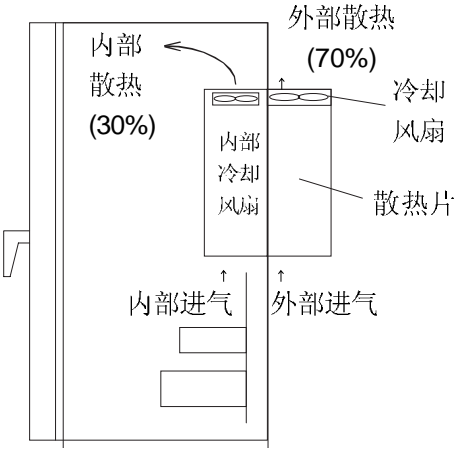

图 2-2-2 外部冷却方式
- ④当将变频器安装在控制柜内时,要考虑通风散热,保证变频器的周围温度不超过规范值。不要将变频器安装在小的通风散热不良的密闭箱柜中。
- ⑤在同一个箱柜中安装多台变频器时,为了减少相互间的热影响,建议应横向并排安装。如必须上下安装,则必须设置分隔板,以减少下部产生的热量对上部的影响。
- ⑥变频器出厂时,都为柜内冷却安装方式。对≤ 22kW 主变频器,要追加安装架选件,对≥ 30kW,只要移动原安装架,都能实现如图 2-2-2 所示那样的外部冷却安装方式。